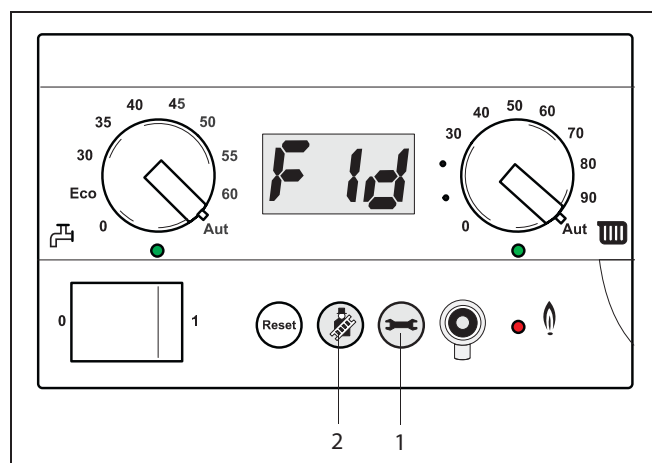

Fig. 28 Temporizzazione del circolatore
- Premere contemporaneamente i tasti "spazzacamino" e "manutenzione" (fig. 28, pos. 2 e 1), fino a quando compare una "L - -" sul display.
La temporizzazione è regolabile in un campo compreso fra 5 e 60 min. (F 0..F60) oppure può essere impostata per un ciclo di 24 ore (F1d) (vedi fig. 28).
- Le eventuali regolazioni devono essere confermate premendo il tasto "manutenzione" (fig. 28, pos. 1).